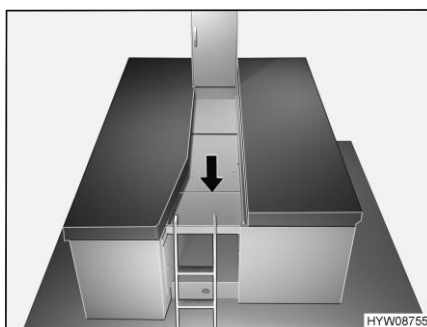

Fig. 73 Preparar el ensanchamiento de cama
- Desplegar el ensanchamiento de cama y colocar el mismo entre las camas individuales del modo mostrado en Fig. 73.